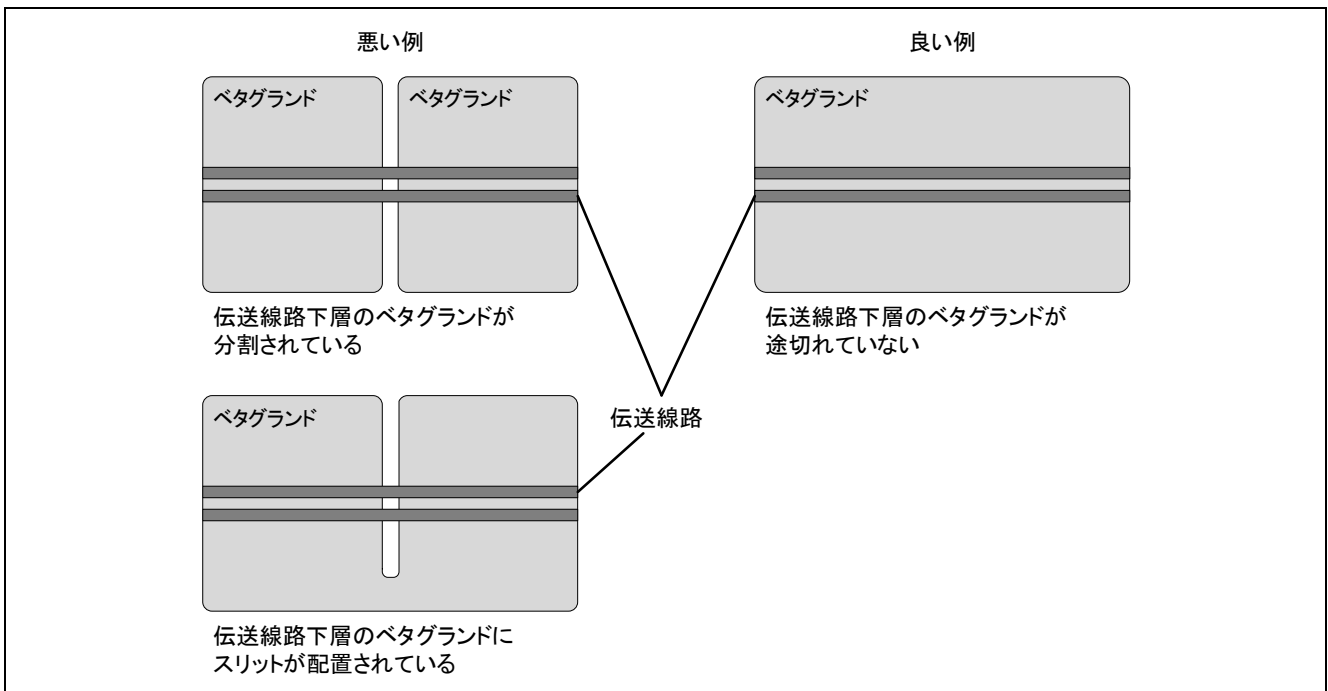

図 2.3 伝送線路下層のベタグランド例
- 伝送線路の下層はベタグランドとし、スリットなどで分断しないでください。図 2.3 に伝送線路下層のベタグランド例を示します。